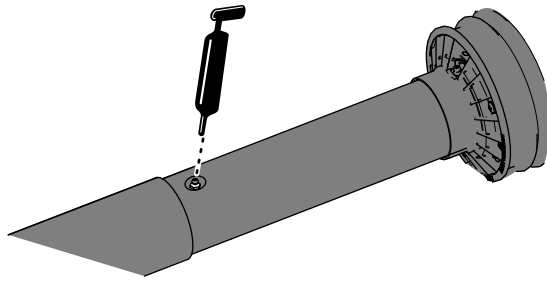

Figura 10
- Estenda parcialmente o veio da transmissão da tomada de força para aceder ao bocal de lubrificação perto do meio do resguardo do veio da transmissão interno (Figura 10).
4. Aplique lubrificante nos bocais de lubrificação da junta do veio da transmissão telescópica, como se mostra na Figura 10.